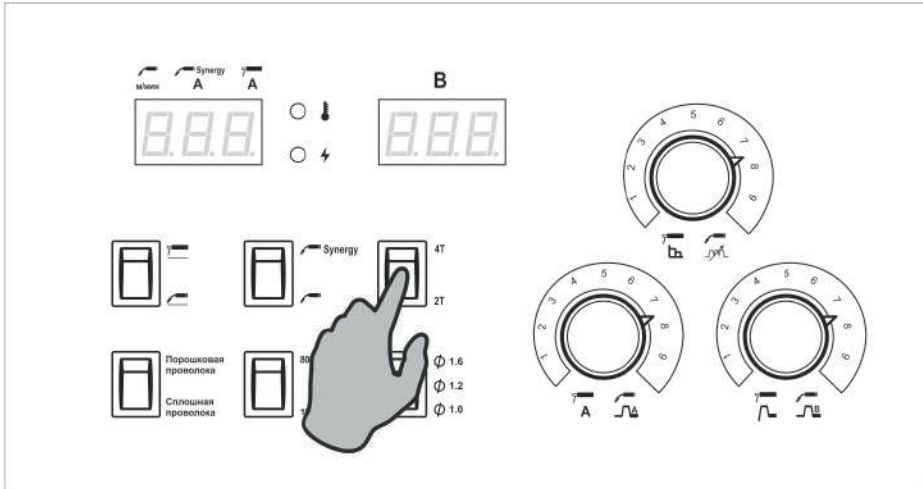

Рис. 8.5.5. Выбор режима работы горелкой.
5. Выберите режим работы горелкой (см. рис. 8.5.5). Режим выбирается в зависимости от длины сварочного шва.